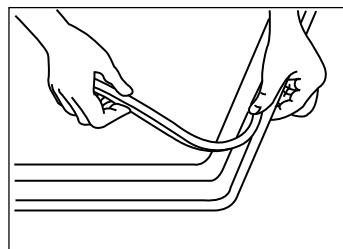
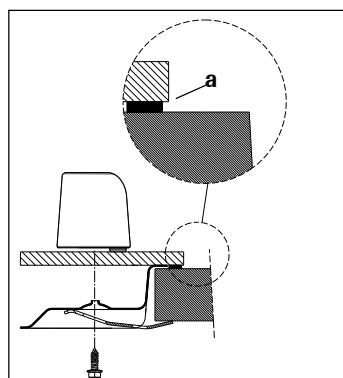

Fig. 10
Fig. 11
- 2) Placez sur le bord inférieur du plan de verre (Fig. 10), le joint spécial fourni comme équipement (Fig. 11 - a), en s'assurant que les bouts joignent bien sans se superposer.
- 3) Insérez la table dans le meuble et fixez la table au meuble à l'aide des pattes de serrage appropriés, fournis dans le sac d'accessoires (Fig. 11).